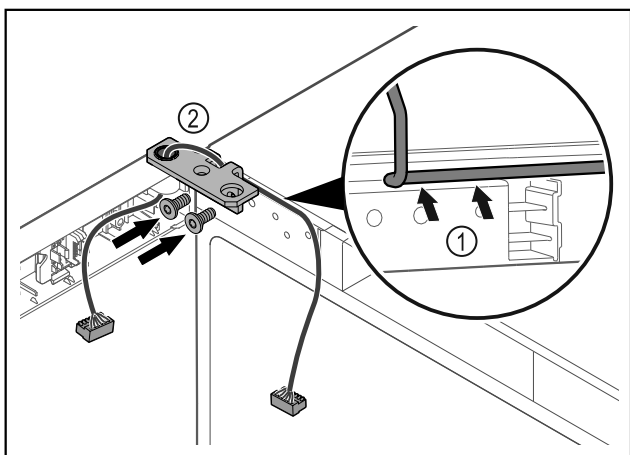

Fig. 47
- Vie kaapeli saranakulman aukon läpi ja aseta se varovasti paikalleen Fig. 47 (1).
- Kiinnitä saranakulma Fig. 47 (2) ruuveilla paikalleen.